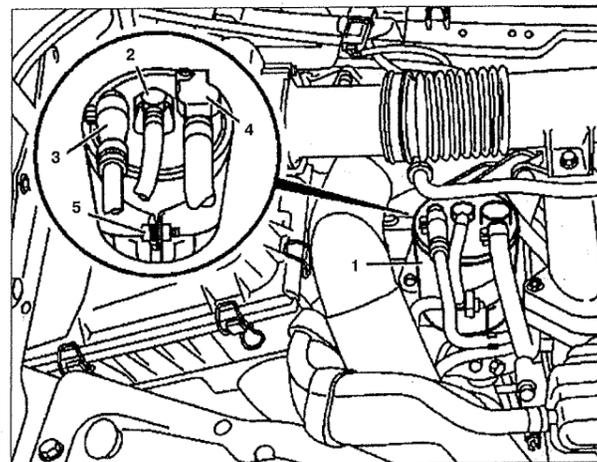

Рис. 1.21. Топливный фильтр двигателя 611.980:
6. Отсоедините трубку 3 от топливного фильтра 1 (см.рис.1.21).